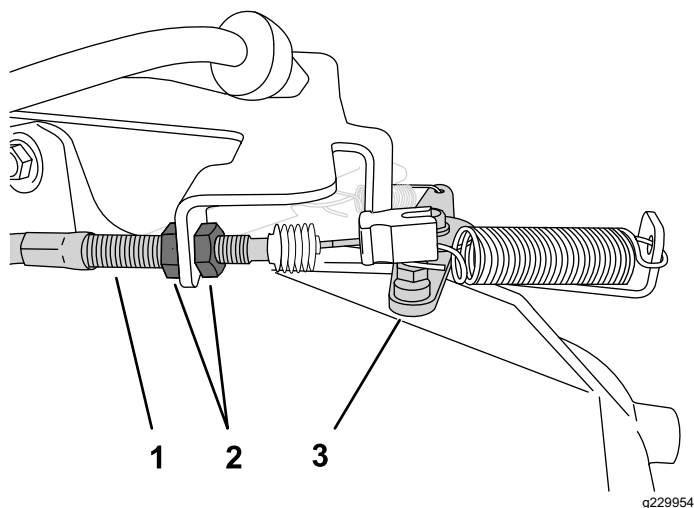

Figure 44
2. Sur la gaine du câble d'accélérateur, desserrez l'écrou de blocage avant et serrez l'écrou de blocage arrière pour augmenter le ralenti (Figure 44).